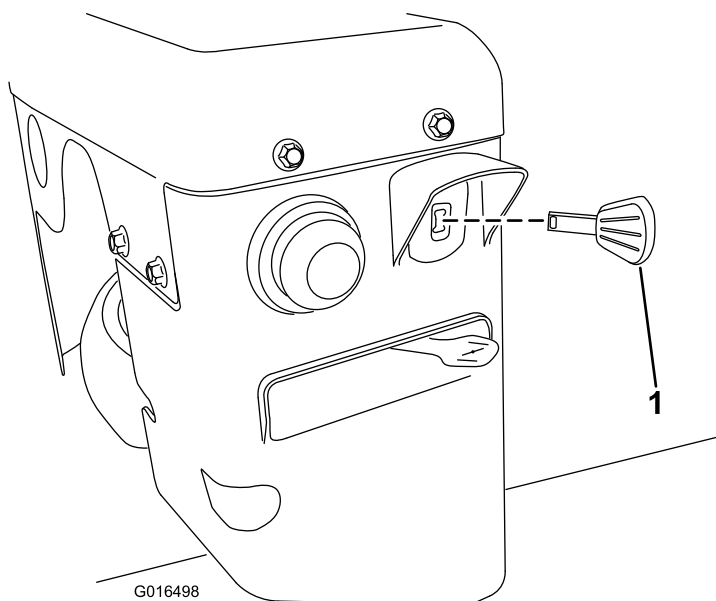

Figure 20
3. Insérez la clé de contact à fond (Figure 20).